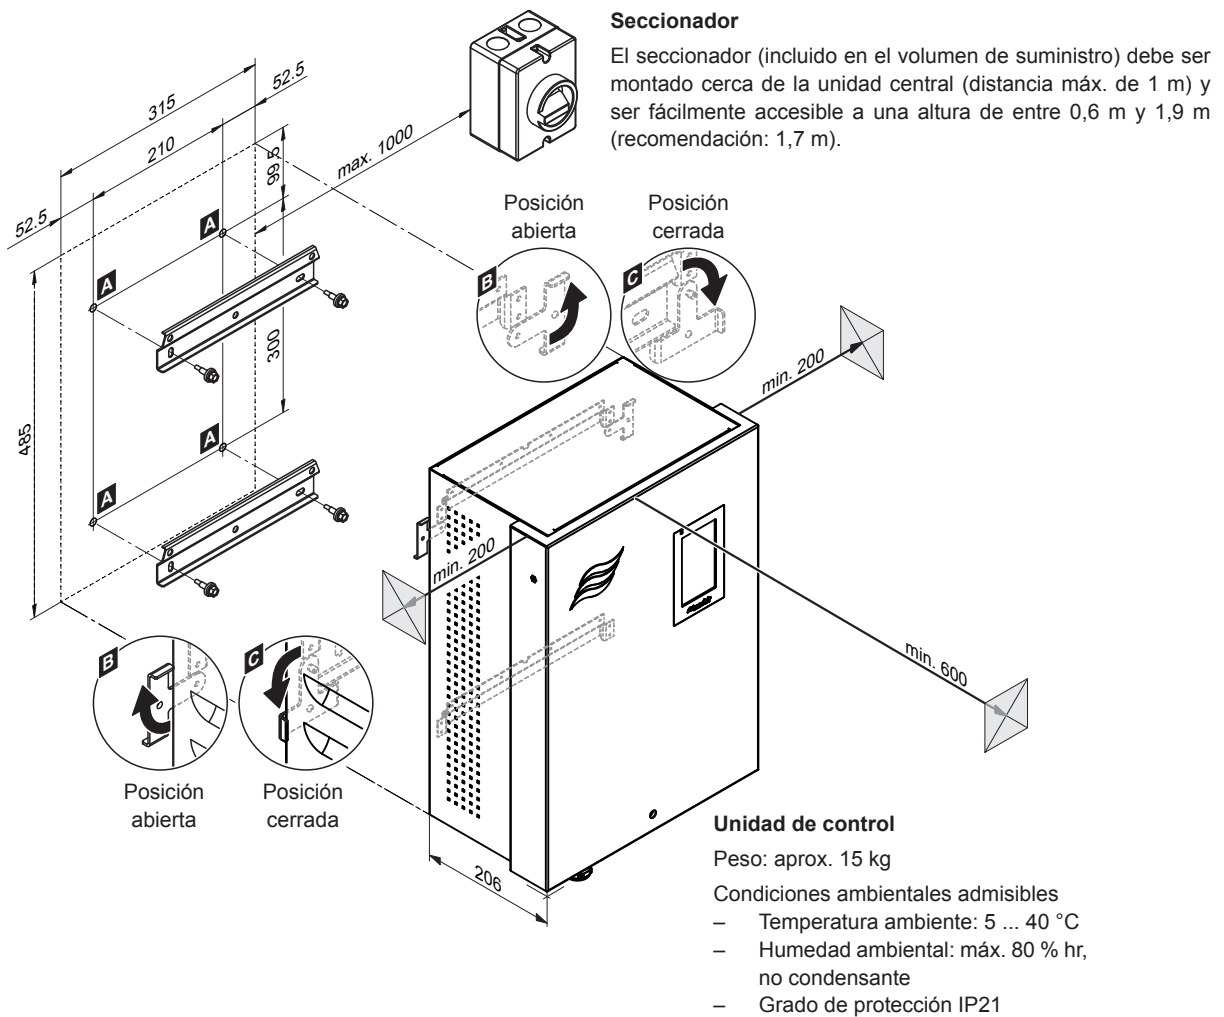

Fig. 35: Instalación de la unidad de control – medidas en mm
3. Gire hacia fuera las lengüetas de ambos lados de la unidad de control (posición abierta, véase el detalle "B" en la Fig. 35).
4. Cuelgue la unidad de control en los soportes murales. A continuación, gire hacia dentro las dos lengüetas de bloqueo de la pared trasera de la unidad de control (posición cerrada, véase el detalle "C" en la Fig. 35) para fijar la unidad de control en el soporte mural superior.